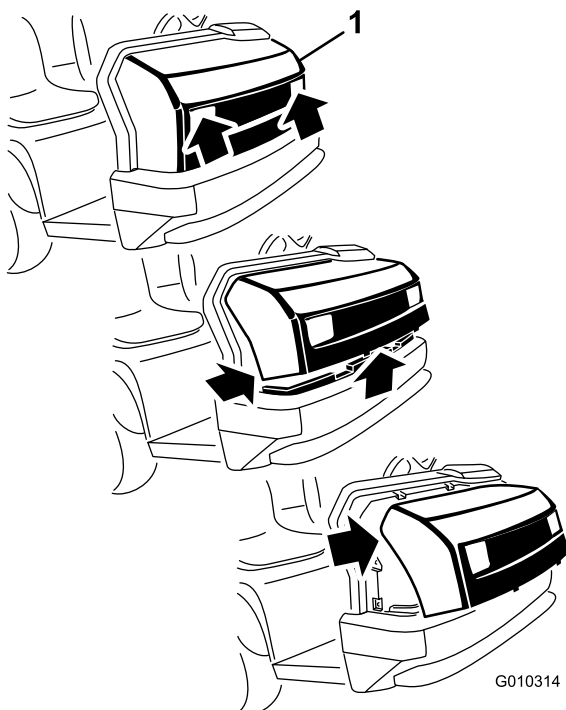

Рисунок 1
5. Возьмитесь за капот в проемах блок-фар и поднимите его вверх, чтобы вывести нижние монтажные лапки из пазов в бампере (**Рисунок 1**).
6. Наклоните низ колпака вверх настолько, чтобы верхние монтажные лапки можно было извлечь из пазов рамы (**Рисунок 1**).
7. Наклоните верх колпака вперед и отсоедините кабельные соединители от фары (**Рисунок 1**).